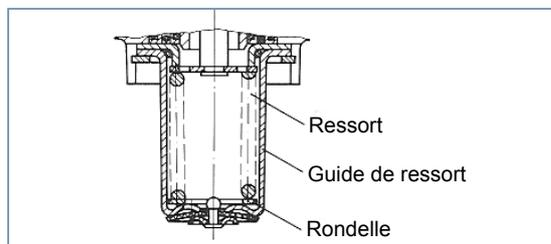

Fig. 8 Position de la rondelle
– Réglez la pression P6 avec une prédominance de max. 1,1 bar en ajoutant des rondelles (voir fig.8).